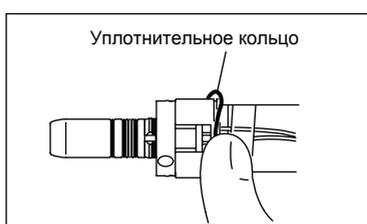

Рис.6
- 3 Пальцем вытолкните изношенное уплотнительное кольцо. Вставьте новое уплотнительное кольцо в паз. (Рис. 6)
- 5 Расположите в одной плоскости разъем мотора и соединительный разъем шнура и присоедините мотор к шнуру. Крепко удерживая мотор, плотно присоедините его к разъему шнура. (См. п. 2 (1) Соединение)